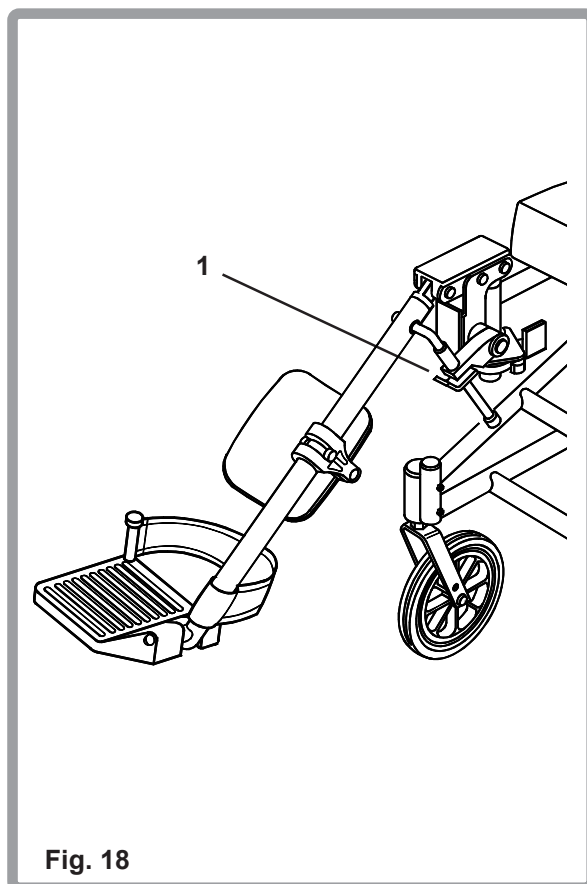

Fig. 18
Para instalar o extraer los apoyapiés elevables (ELR), consulte las instrucciones de montaje de los reposapiés giratorios proporcionadas en la página anterior. Para levantar un ELR, levántelo hasta la posición que desee y el ELR quedará bloqueado en posición automáticamente. Para bajar un ELR estando sentado en la silla de ruedas, presione la palanca de liberación (1) y baje el apoyapiernas hasta la posición adecuada. El ELR quedará bloqueado en posición automáticamente (Fig. 18).